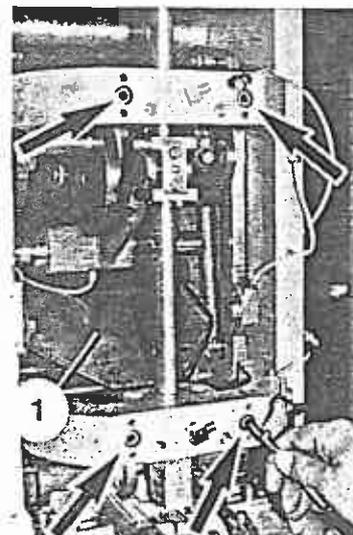

Bild 141
4. Befestigungsschrauben (Bild 141/Pfeile) der oberen und unteren Hüllenstempelführung herausrauben.
Auffangblech (Bild 141/1) hochlegen und Hüllenstempelführungen so eintreiben, daß die Zentrierstifte der Führungen in die Bohrungen eingreifen.